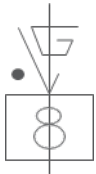

Abb. 1
- niedriges Klemmdrehmoment: der **Punkt wird links** vom "V" **aufgedruckt** (Abb.1)